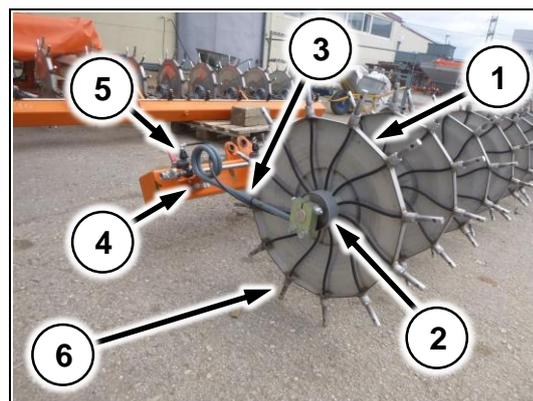
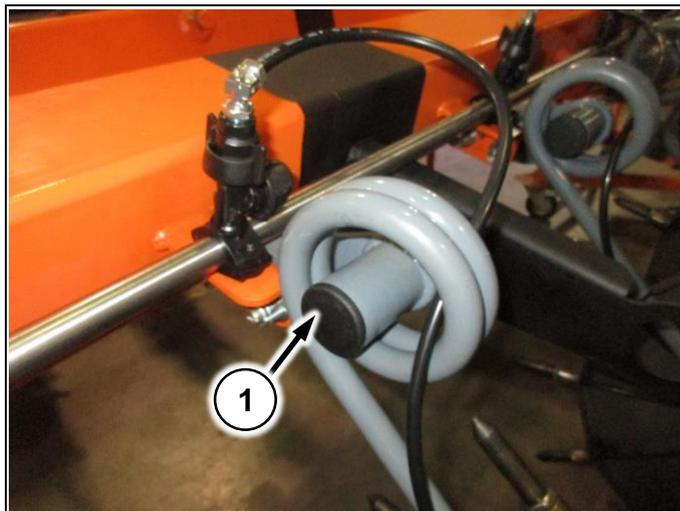

Рис. 169
Рис. 170
Диск мультиинжектора (Рис. 169/1) устанавливается на ступицу (Рис. 169/2). Ступица крепится к консоли мультиинжектора через пружину (Рис. 169/3). Пружина фиксируется замком (Рис. 169/4). Подача жидкости на иглы (Рис. 169/6) осуществляется через форсунки (Рис. 169/5)
Упор устанавливается на каждую пружину (Рис. 170/1). Предназначен для предотвращения вылета пружины из замка (Рис. 169/4)
1. Ослабьте два болта крепления пружины (Рис. 169/4)